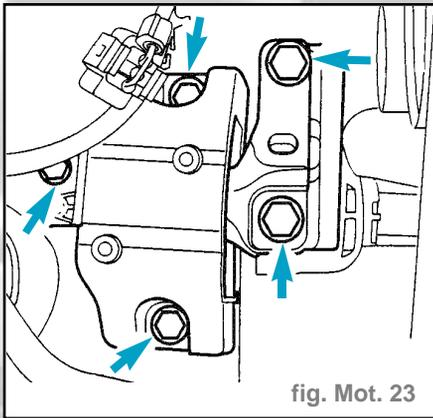

fig. Mot. 23
- Déposer la fixation droite de l'ensemble mécanique (fig. mot. 23).